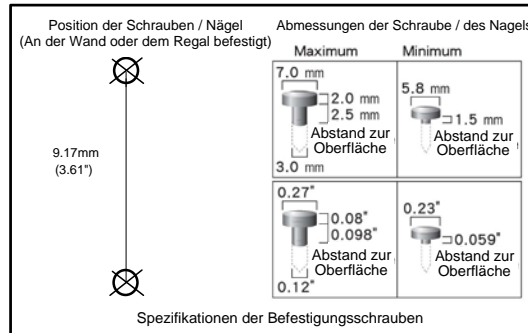

Abbildung 1: Montageanweisungen für das PoE Midspan
1. Bringen Sie die zwei Schrauben in der Wand oder dem Regal an, wie in Abbildung 1 gezeigt .